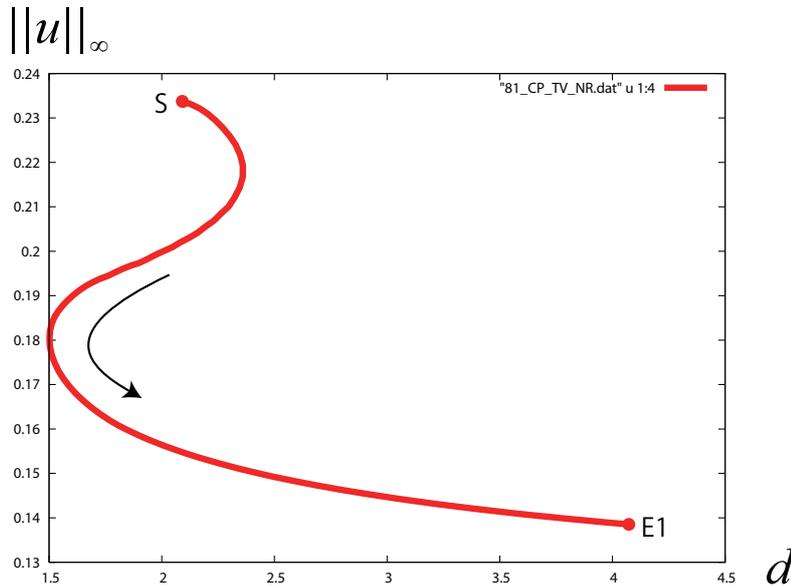
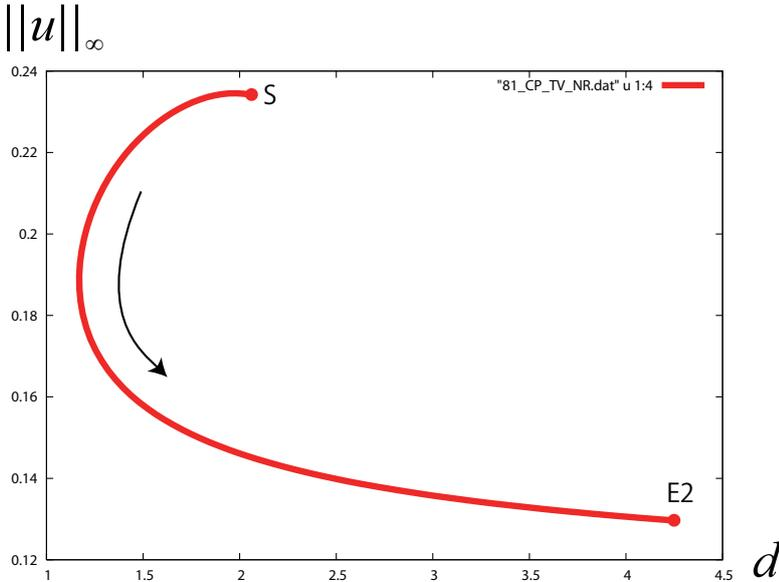

図 5.2.4: 定常パルス波の分岐図
図 5.2.5: 定常パルス波の分岐図
と実行する4. 分岐図は図 5.2.4 となり, saddle-node 分岐点が 2 つ存在する. 点 S は
次に，図 5.2.4 の点 S から左側の定常解の分岐計算をする。
Step1.4 で求めた定常解の分岐図を Step1.3 と同様な方法で gnuplot で表示すると図 5.2.5 の結果になる。
と実行することでデータをまとめることができる. しかし, 今回の場合は図 5.2.4 と図 5.2.5 で分岐計算を進めた方向が違うため, Step1.3 か Step1.4 で求めた `middle_final.dat` のどちらかの step の進み方を逆にする必要がある. ここでは Step1.4 で求めた `middle_final.dat` の step の進み方を逆にする.